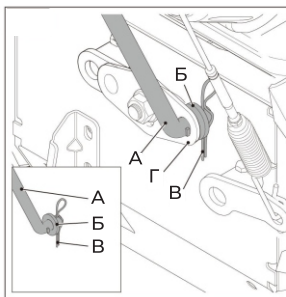

Рис. 5
- Снимите с рычага (рис. 5, поз А) предварительно установленные шайбу (рис. 5, поз В) и шплинт (рис. 5, поз Г)
- Вставьте рычаг (рис. 5, поз А) в кулису коробки передач (рис. 5, поз Г).
- Установите шайбу (рис. 5, поз В) и зафиксируйте шплинтом (рис. 5, поз В).